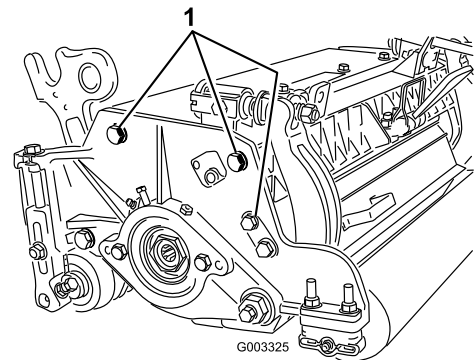

Figure 11
3. Retirez les (2) écrous qui fixent chaque support et entretoise du rouleau à chaque bride de fixation de la plaque latérale.
**Remarque:** La position du rouleau arrière par rapport au cylindre est contrôlée par les tolérances d'usinage des composants assemblés et le réglage du parallélisme n'est pas nécessaire. Un réglage limité est possible en plaçant le plateau de coupe sur un plan de travail et en desserrant les vis de fixation de la plaque latérale (Figure 11). Réglez et resserrez les vis. Serrez les vis à un couple de 37 à 45 Nm.